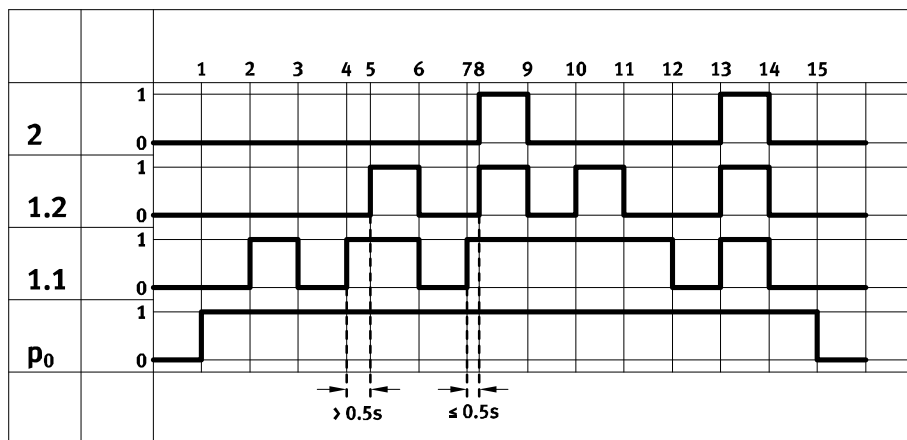

Fig. 3 Функциональная проверка, этапы с 1 по 15
2. Подайте давление на входы (1.1) и (1.2) – в соответствии с представленной на Fig. 3 последовательностью сигналов.
3. На каждом этапе проверяйте, работает ли выход (2), как показано на Fig. 3.